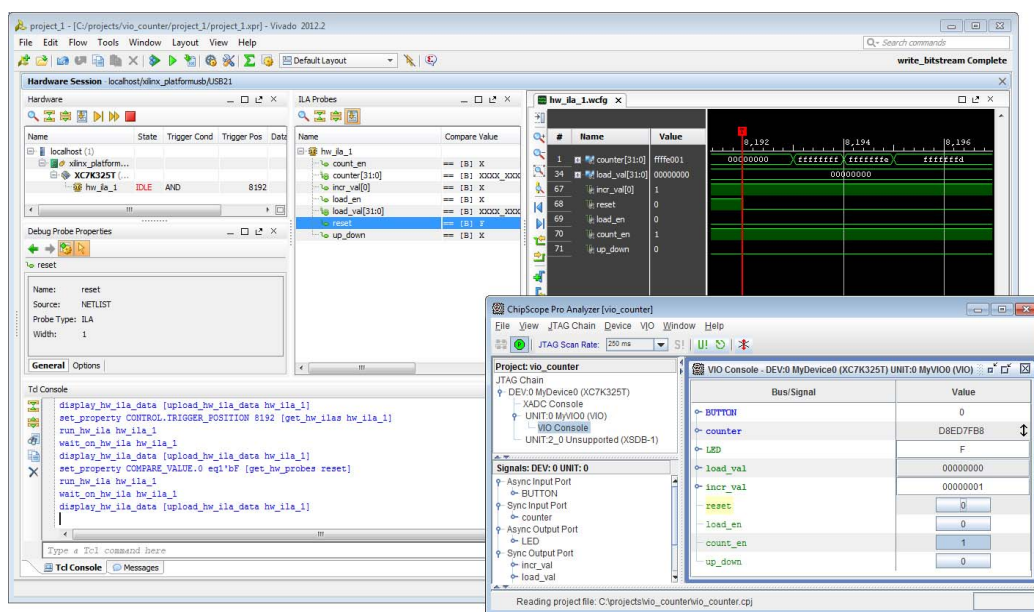

図 5-6 : Vivado ロジック解析機能と ChipScope Pro Analyzer ツールを使用してデザインをデバッグ
- 各解析ツールを使用して、それぞれのデバッグ コアにアクセスします (図 5-6)。